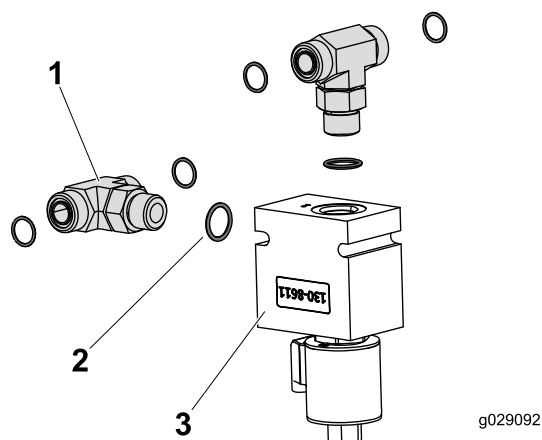

Figura 15
- Montate i 2 raccordi a T e gli O-ring sulla valvola del collettore, come illustrato nella Figura 15.